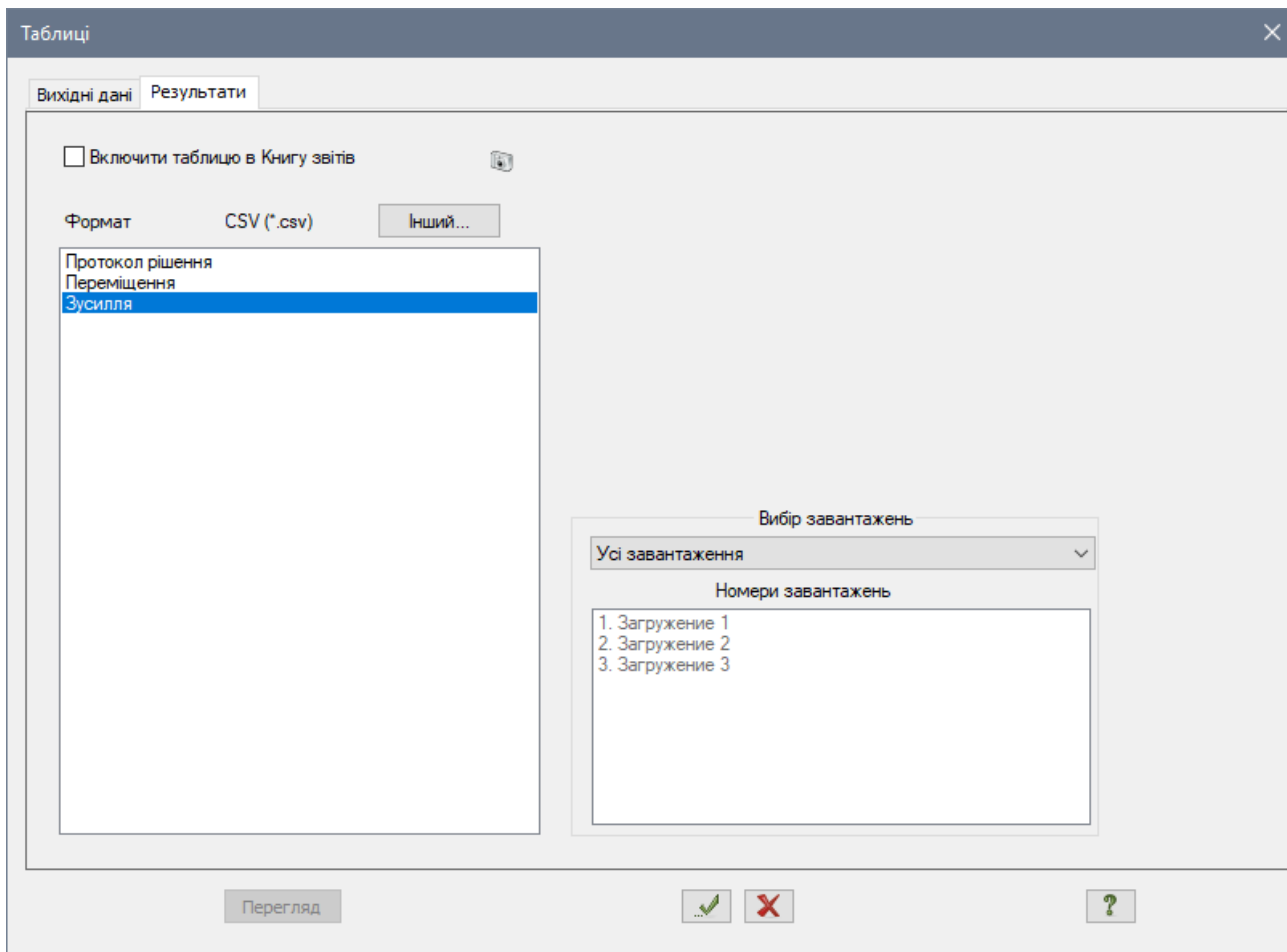

Рис. 22.22. Діалогове вікно **Таблиці**
- Після цього у діалоговому вікні **Таблиці** (рис. 22.22) виділіть рядок **Зусилля**.